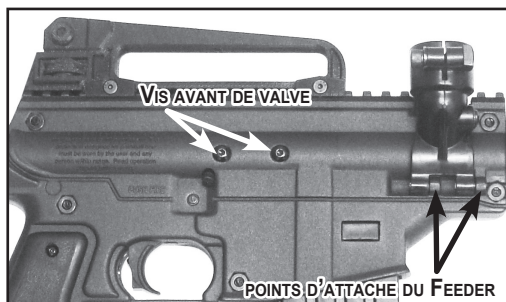

Figure 14: Vis avant de valve et points d'attache Feeder
- Pour enlever la Valve de 98 (5) et Power Tube, dévissez les deux vis (8) du Corps droit comme indiqué en Figure 14.